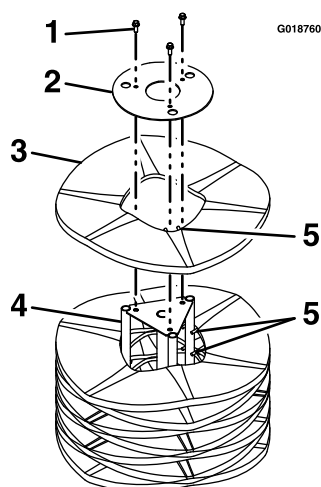

Figura 18
9. Retire los segmentos dañados del cepillo. Instale los segmentos nuevos alternando los dedos metálicos de alineación, según se muestra en Figura 18.